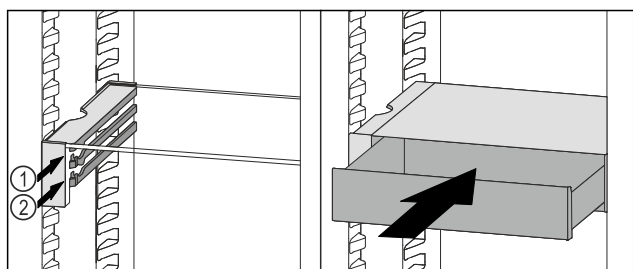

Fig. 170
- Vendosni sirtarin VarioSafe prapa ndaluesve në brinjën që dëshironi Fig. 170 (1) ose Fig. 170 (2).